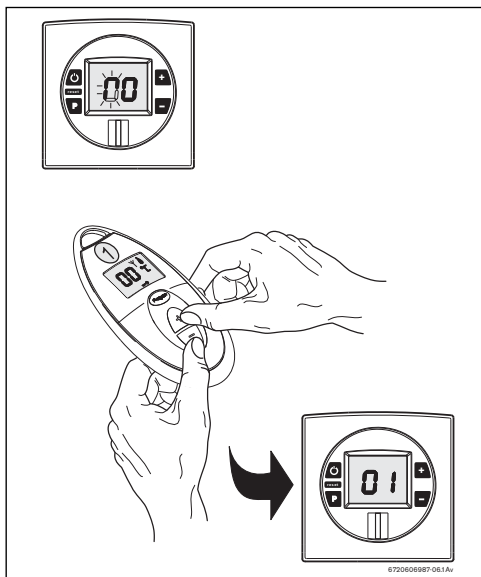

Fig. 26 Activer la télécommande
- ▶ Diriger la télécommande vers l'appareil et, en même temps, appuyer sur les boutons  et  se trouvant sur la télécommande (Fig. 26).
- ▶ Si l'eau chaude ne coule pas, appuyez et tenez le “” et “” ou les touches du dispositif (télécommande ou chauffe-eau) fermés pendant 5 secondes jusqu'à ce que le symbole “” (Fig. 26, [Pos. 6]) disparaisse.